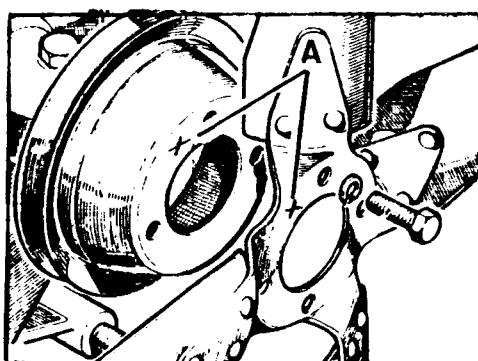

Fig. A1-30 Montaje del ventilador y polea
- 2.3. Montar el ventilador y su polea alineando las marcas, A (Fig. A1-30) de apreamiento para el equilibrado.